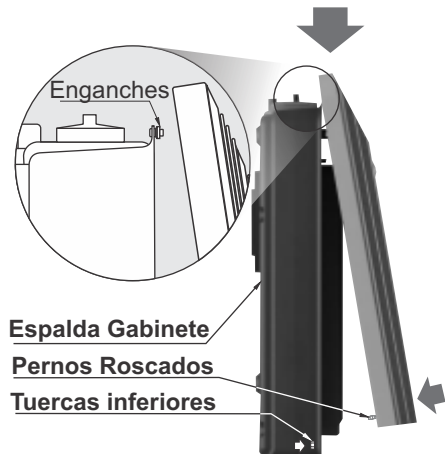

Fig. 20
- Luego, inserte los 2 pernos roscados, ubicados en la parte inferior del Frente, en los orificios inferiores de la pestaña de la Espalda (Fig. 20).